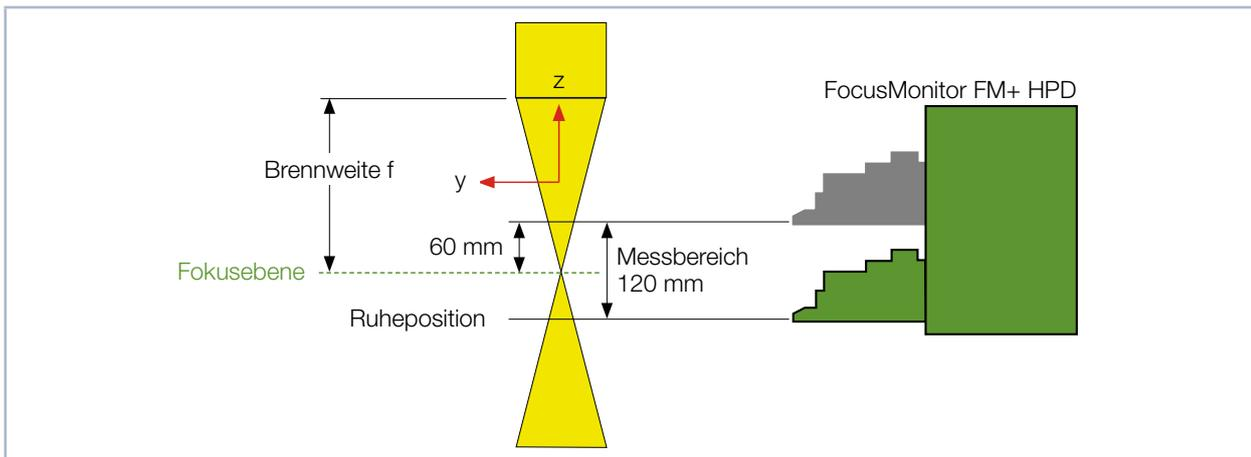

Abb. 8.6: Messbereich FocusMonitor FM+ HPD
Für den FocusMonitor FM+ HPD muss ein senkrechter Strahleinfall bezüglich der x-y-Ebene sichergestellt sein (siehe Abb. 8.6 auf Seite 18).
Die Fokusebene sollte mittig zum Messbereich des FocusMonitor FM+ HPD ausgerichtet werden (siehe Abb. 8.6 auf Seite 18).
- Der Horizontalschlitten fährt ohne rotierendes FS³ in die Position 60 mm oberhalb der Ruheposition (siehe Abb. 8.6 auf Seite 18).